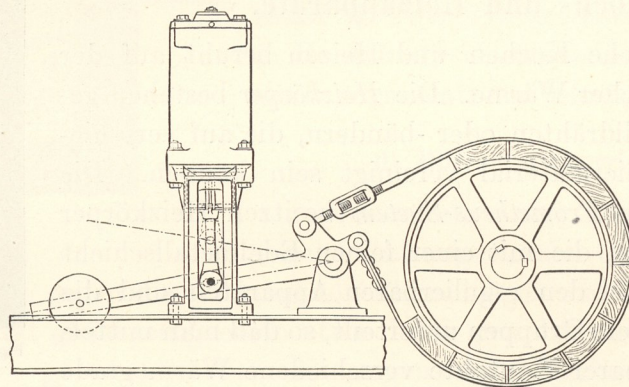
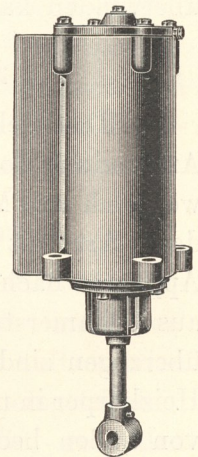

Fig. 441. Bremsmagnet mit Bremsvorrichtung.
Fig. 442. Bremsmagnet.
**Bremsmagnete** sind Elektromagnete, die bremsend zu wirken haben. Man richtet die Schaltung meist so ein, daß der erregte Magnet die Bremse lüftet, damit beim Ausbleiben des Stromes die Bremse auf alle Fälle in Tätigkeit tritt (Fig. 441). Damit die Bremse stoßfrei arbeitet, versieht man die Bremsmagnete mit Luftdämpfung. Fig. 442 zeigt einen Bremsmagnet, wie er in Verbindung mit der in Fig. 441 dargestellten Bremsvorrichtung vielfach verwendet wird.